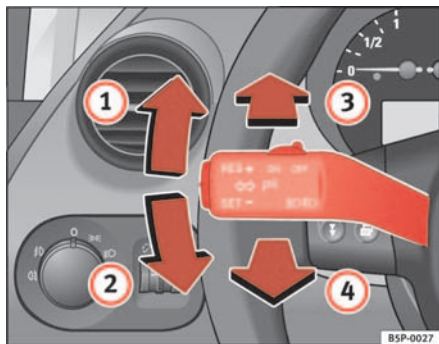

Fig. 77 Leva degli indicatori di direzione e degli abbaglianti
- Spingere la leva verso l'alto (fino al riscontro) ⇒ **fig. 77 ①** se si vuole mettere la freccia **a destra**; verso il basso **②** invece, per mettere la freccia **a sinistra**.
- Per accendere gli abbaglianti si deve spingere in avanti la leva ⇒ **fig. 77 ③**.